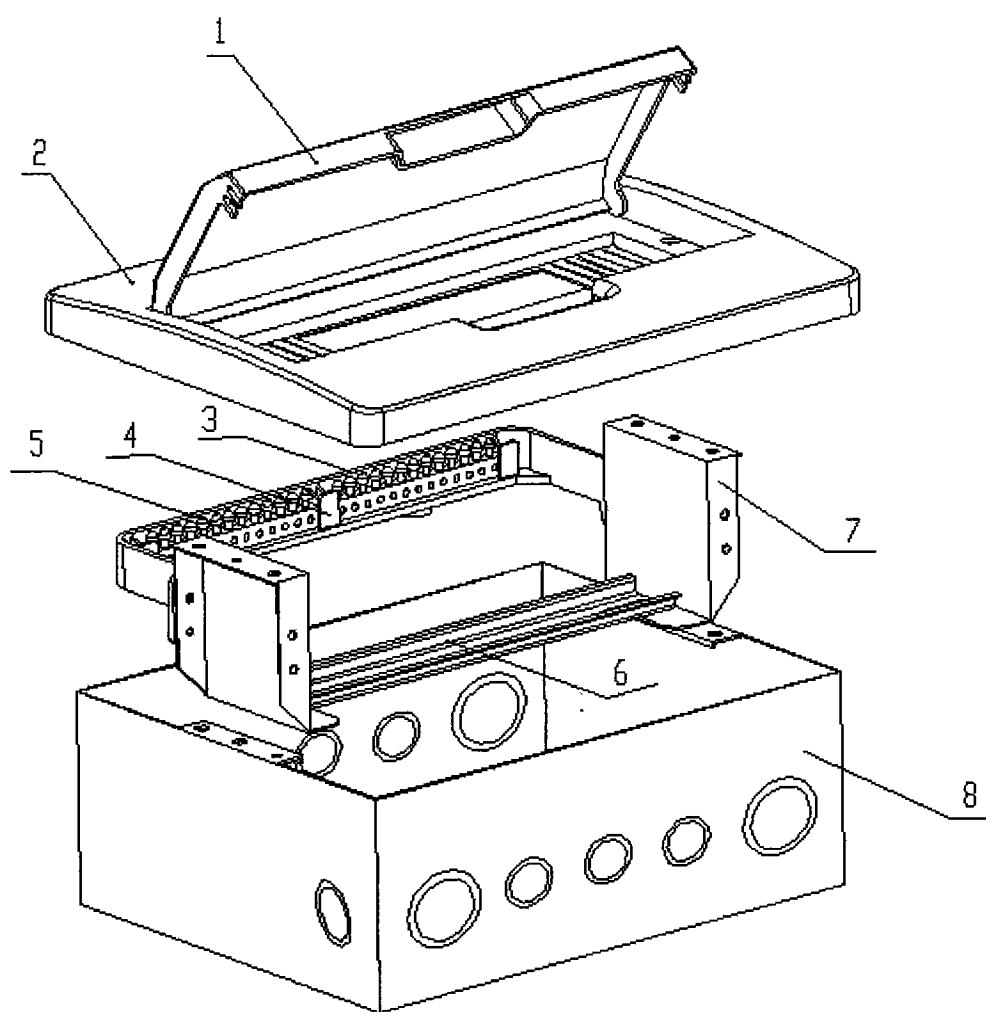

图 1
[0008] 本实用新型图 1 是电器接线盒的结构示意图。
[0011] 图 1 所示的电器接线盒,由 1 门、2 面盖、3 接地端子、4 零地排端子支架、5 接零端子、6 导轨、7 导轨支架、8 底盒组成。门 (1)、面盖 (2) 组合成盖子组件,门 (1) 翻门样式,沿门枢转动打开和关闭,可拆卸,便于更换。接地端子 (3)、零地排端子支架 (4)、接零端子 (5)、导轨 (6)、导轨支架 (7) 组合成零地排接线组件。
[0012] 图 1 所示接地端子 (3)、接零端子 (5) 安装在零地排端子支架 (4) 上,导轨 (6) 用于连接熔断器,在实际操作实施中,先将熔断器与导轨 (6) 安装好后 (本电器盒不包含熔断器),再将零地排端子支架 (4)、导轨 (6) 分别与两侧的导轨支架 (7) 用螺栓连接固定。